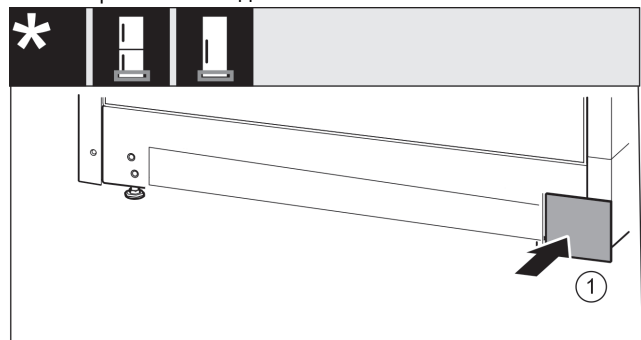

Fig. 21
- ▶ Снова установите крышку Fig. 21 (1) с другой стороны.